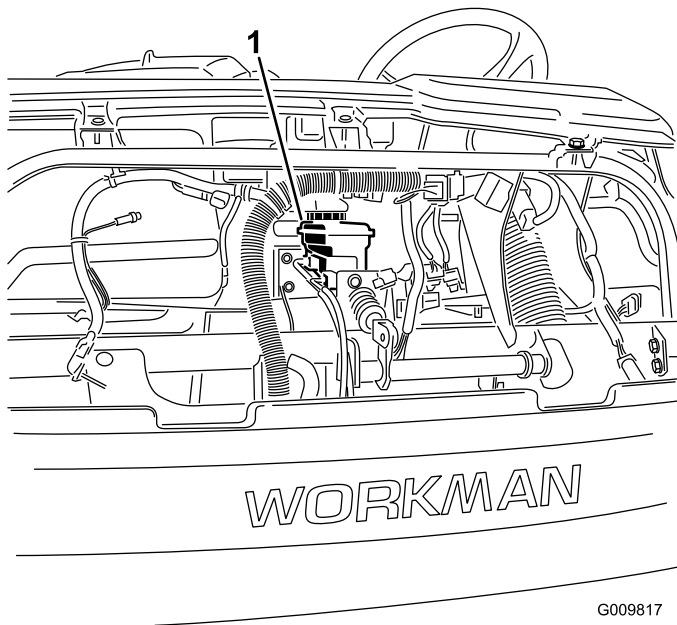

Figura 54
4. Ridicai capota pentru a avea acces la cilindrul principal de frână i la rezervor (Figura 54).